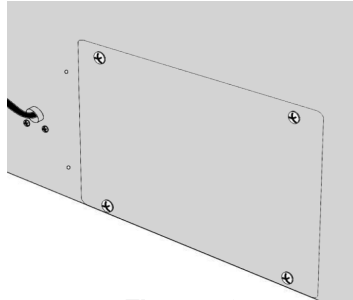

Figure 10
- Placez la plaque en position et fixez les 4 vis de l'étape 7 (Voir figure 10).